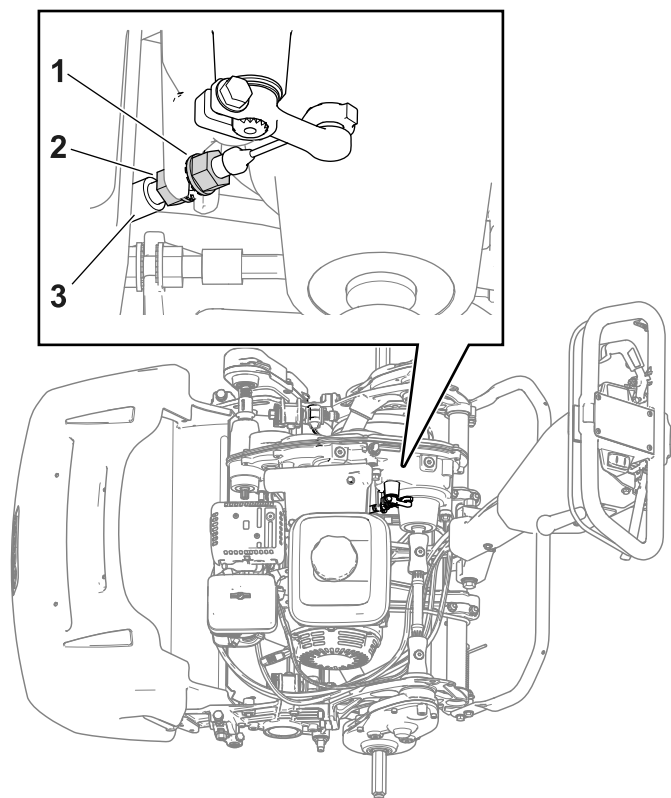

Рисунок 37
- Для увеличения натяжения троса ослабьте переднюю зажимную гайку троса и затяните заднюю зажимную гайку (**Рисунок 37**). Повторите действие, описанное в пункте 2, и при необходимости отрегулируйте натяжение.
- Для уменьшения натяжения троса ослабьте заднюю зажимную гайку и затяните переднюю зажимную гайку троса (**Рисунок 37**). Повторите